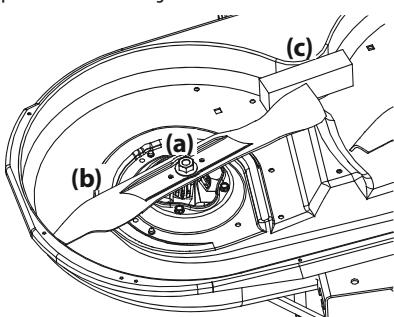

Figura 57
2. Use una llave de $15/16$ " para sostener la tuerca hexagonal en la parte superior del conjunto del husillo cuando afloje la tuerca hexagonal (a) que fija la cuchilla (b). Se puede colocar un bloque de madera (c) entre el alojamiento de la plataforma y el borde de corte de la cuchilla (b) para ayudar a aflojar la tuerca hexagonal (a) que fija la cuchilla. Consulte la Figura 57.